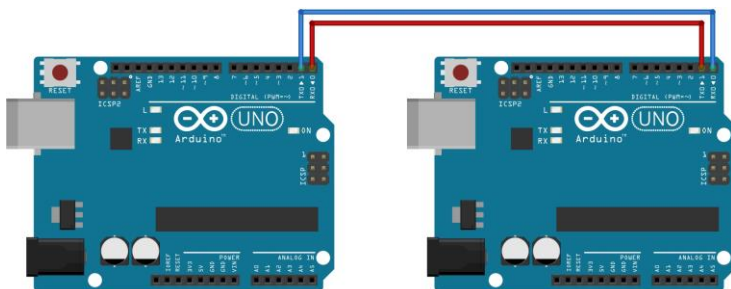

Рис. 4.2 – Схема підключення Arduino як *UART*- пристрою
При з'єднанні двох *UART* пристроїв вихід *TX* першого пристрою з'єднується з входом *RX* другого, а сигнал *TX* другого *UART* підключається до входу *RX* першого (рис. 4.2).
3) за допомогою сигнальних дротів з'єднати дві плати *Arduino UNO* між собою, як наприклад, на рис. 4.2.